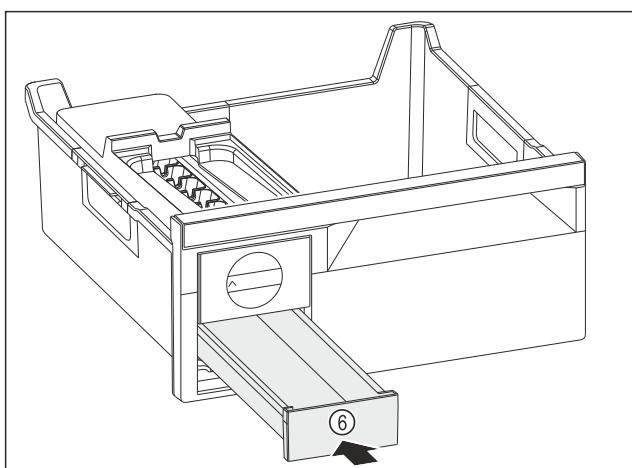

Fig. 122
- Встановіть форму для льоду Fig. 122 (6).